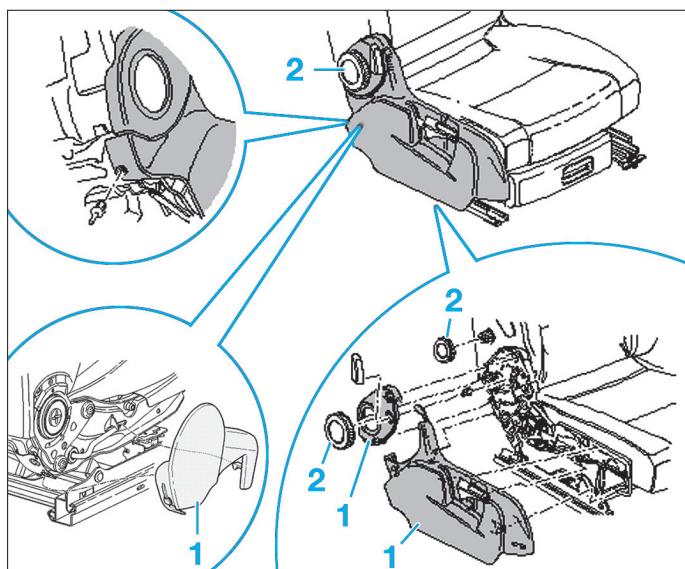

Fig. 4
- Déposer les garnitures latérales (1) du siège ainsi que les différents éléments de réglage (2) (Fig.4).